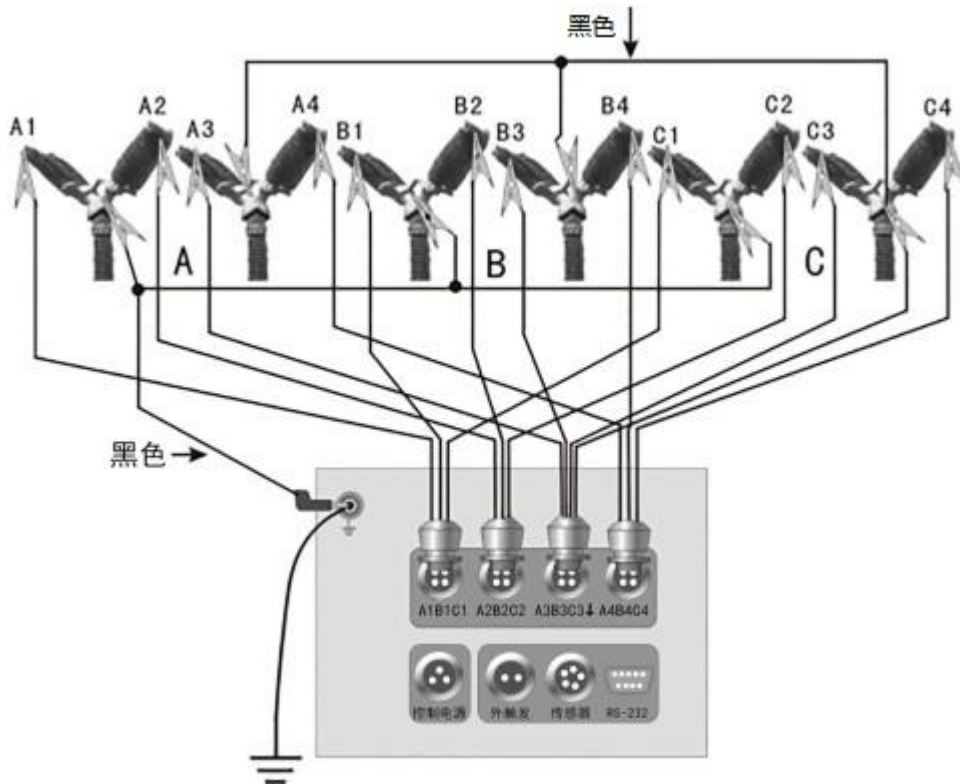

图11 十二断口接线图
(3) 双端接地开关：对于双端接地开关，ED0301H 高压开关动特性测试仪配有专用的测试线，如图11 所示：